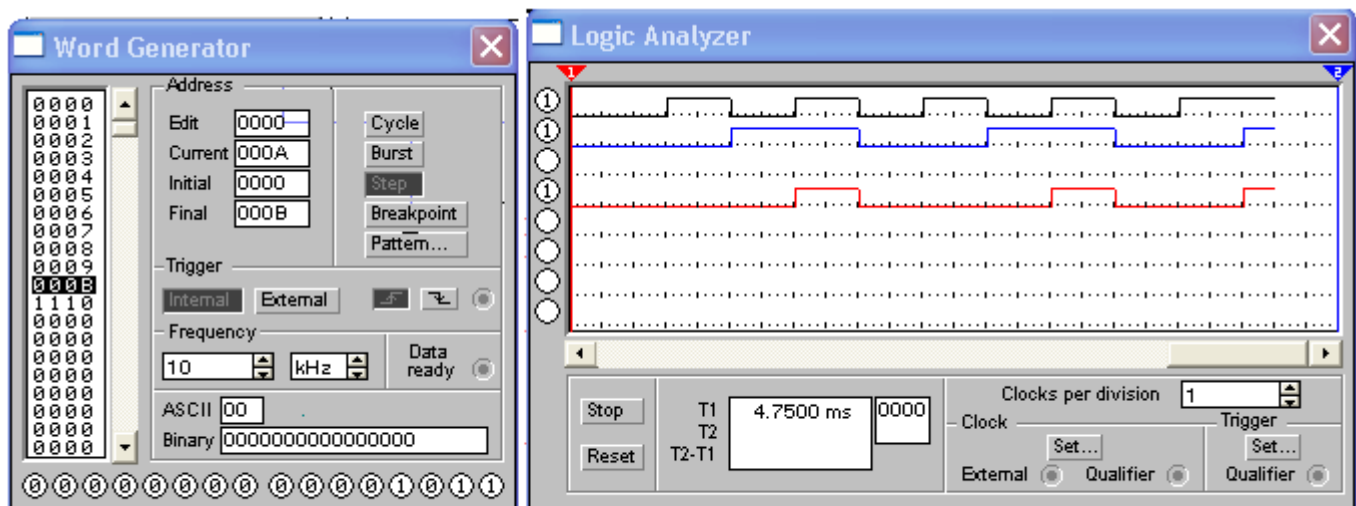

Рис. 5
4.2.2. Подайте сигнал до входів логічного елемента циклічним натисненням кнопки *Step* до переміщення чорної мітки у лівому вікні генератора на слово 000В та появи при цьому осцилограм, які наведено на рис. 5.